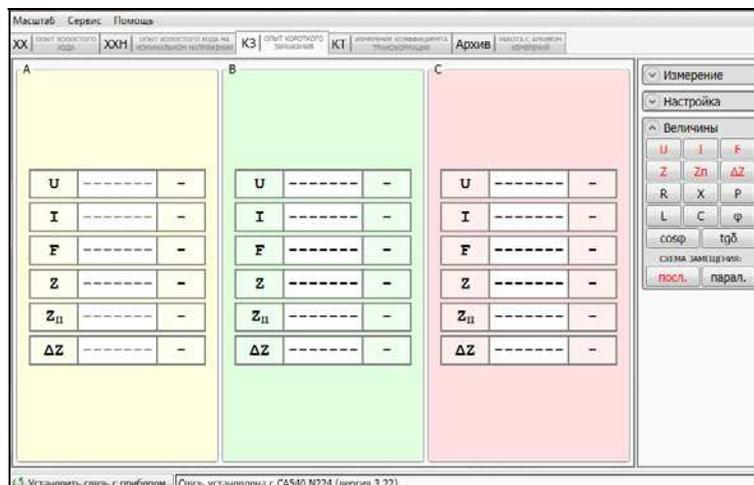

Рисунок 7.22
10) Развернуть поле "Величины" (рисунок 7.22), для чего щелкнуть по кнопке  Величины.